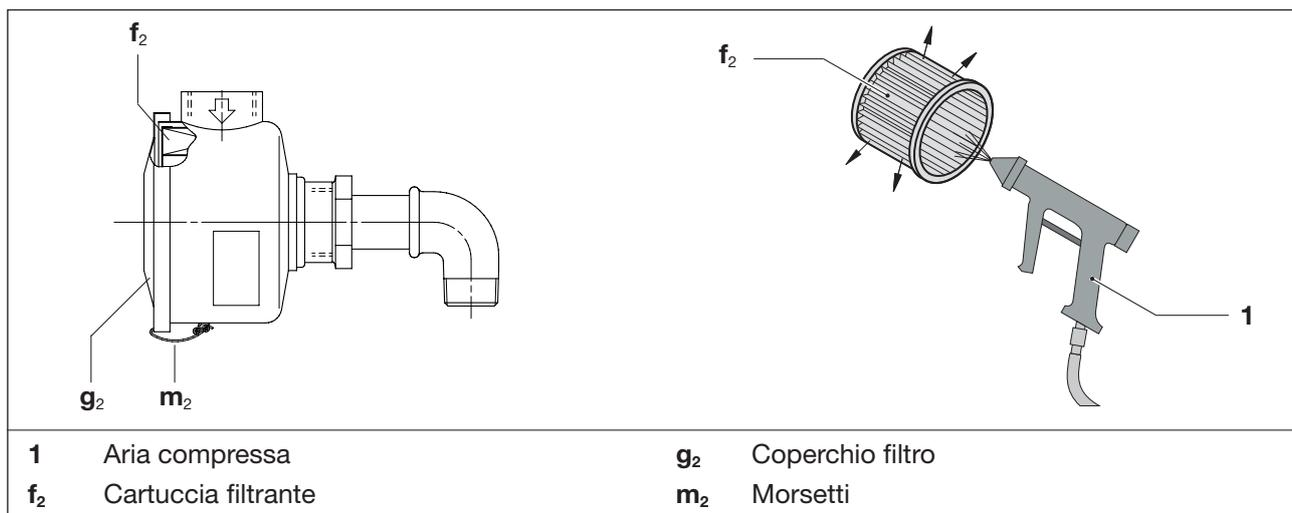

Fig. 10 Filtro di aspirazione
- Allentare i morsetti (Fig. 10/m₂) sul coperchio del filtro (Fig. 10/g₂).
- Rimuovere la cartuccia filtro (Fig. 10/f₂) dal filtro e pulirla o sostituirla.
d) Rimettere la cartuccia filtro nel filtro e fissare il coperchio del filtro (Fig. 10/g₂) con i morsetti (Fig. 10/m₂).